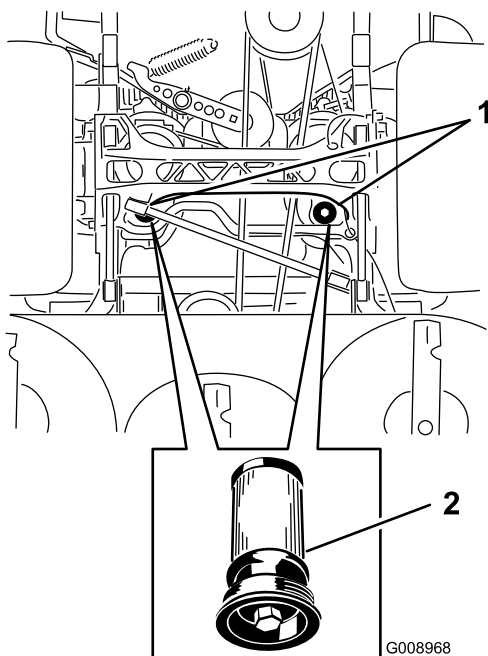

Figure 87
5. Placez un bac de vidange sous le filtre, retirez le filtre usagé et essuyez la surface (Figure 87).
6. Appliquez une fine couche de liquide hydraulique sur le joint en caoutchouc du filtre de rechange (Figure 87).